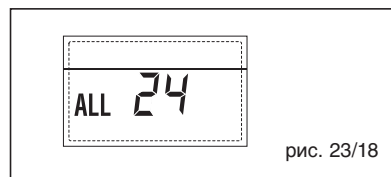

рис. 23/18
**– НЕПОЛАДКА ДАТЧИКА СОЛНЕЧНОГО ВОДОНАГРЕВАТЕЛЯ (S2) “ТРЕВ 25” (рис. 23/19)**